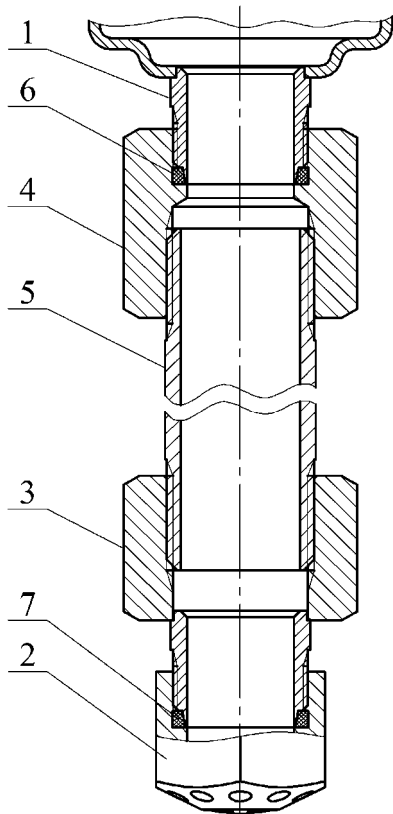

Рисунок 3
- ж) по заявке Потребителя (см. рисунок 3):
4.1.3 Для вывода насадка-распылителя в свободную зону через подвесной потолок типа Грильято, Армстронг и т.п. или его перемещения в рабочую зону эффективного пожаротушения при монтаже МУПТВ на потолочном перекрытии высотой более 9 м модуль может быть дополнительно укомплектован удлинителем, соединяющим выпускную горловину МУПТВ 1 с насадком-распылителем 2 (см. рисунок 3).
6.7 При монтаже насадка-распылителя через удлинитель (см. рисунок 3) провести следующие работы. Собрать удлинитель согласно рисунку 3. Перед сборкой на наружные резьбы трубы **5** нанести герметик, например, ТЕКАСИЛ NEUTRAL PROFІ, после чего накрутить до упора переходники **3, 4**. В резьбовые участки отверстий насадка-распылителя **2** и переходника **4** установить резиновые кольца **6, 7**. На наружную резьбу переходника **3** накрутить до упора насадок-распылитель **2**. Соединить удлинитель через резьбовое соединение с выпускной горловиной МУПТВ **1**. При монтаже необходимо обеспечить перпендикулярное направление оси удлинителя относительно горизонтальной плоскости.
При наличии удлинителя (см. рисунок 3) дополнительно: